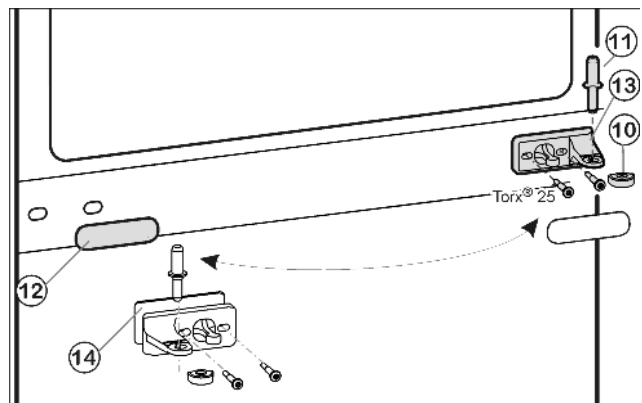
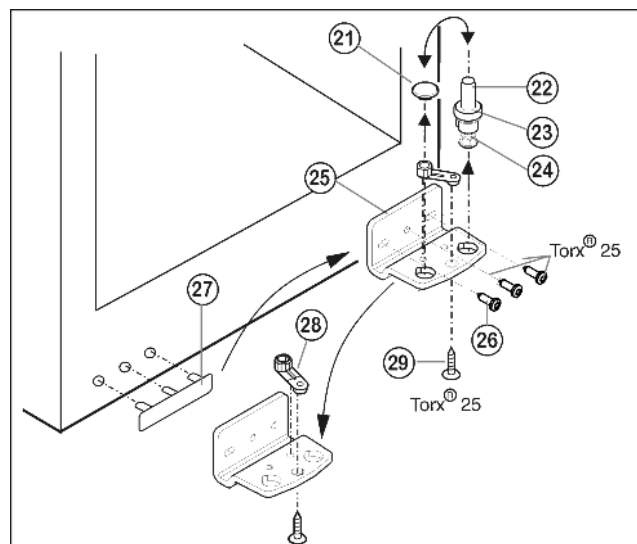

Fig. 6
Fig. 7
- ▶ Вытащите из опорного кронштейна и нижней дверцы средний опорный винт Fig. 6 (11).
- ▶ Снимите пластмассовый колпачок Fig. 6 (10).
- ▶ Открутите средний опорный кронштейн Fig. 6 (13) (2 шт. Torx® 25).
- ▶ Осторожно снимите накладку Fig. 6 (12).
- ▶ Прикрутите средний опорный кронштейн Fig. 6 (13) с подкладкой Fig. 6 (14) с поворотом на 180° на новую сторону шарнира (с моментом 4 Нм).
- ▶ Защелкните накладку Fig. 6 (12), повернув на 180°, на стороне, где теперь будет ручка.
- ▶ Извлеките опорный винт *Fig. 7 (22)* в комплекте с шайбой *Fig. 7 (23)* и регулируемой опорой *Fig. 7 (24)*, вытягивая его вверх.
- ▶ Снимите пробку *Fig. 7 (21)*.
- ▶ Открутите *Fig. 7 (26)* опорный кронштейн *Fig. 7 (25)*.
- ▶ Открутите *Fig. 7 (29)* опорную деталь *Fig. 7 (28)* и, переставив в отверстие на противоположной стороне опорного кронштейна, снова прикрутите.
- ▶ Осторожно снимите и переставьте на противоположную сторону крышку со стороны ручки *Fig. 7 (27)*.
- ▶ Снова прикрутите опорный кронштейн *Fig. 7 (25)* на новой стороне шарнира (с моментом 4 Нм). При необходимости используйте аккумуляторный шуруповерт.
- ▶ Переставьте пробку *Fig. 7 (21)* в свободное отверстие.
- ▶ Вновь установите опорный винт *Fig. 7 (22)* в комплекте с шайбой и регулируемой опорой. При этом фиксатор должен быть направлен назад.
- ▶ Установите нижнюю дверцу сверху на нижний опорный винт *Fig. 7 (22)*.
- ▶ Снова наденьте пластмассовый колпачок *Fig. 6 (10)* на средний опорный кронштейн *Fig. 6 (13)*.
- ▶ Вставьте средний опорный винт *Fig. 6 (11)* на новой стороне шарнира через средний опорный кронштейн *Fig. 6 (13)* в нижнюю дверцу.
- ▶ Установите верхнюю дверцу на средний опорный винт *Fig. 6 (11)*.
- ▶ При необходимости выровняйте дверцы через два продольных паза в нижнем опорном кронштейне *Fig. 7 (25)* и среднем опорном кронштейне *Fig. 6 (13)* параллельно корпусу устройства. Для этого выкрутите средний винт на нижнем опорном кронштейне *Fig. 7 (25)*.